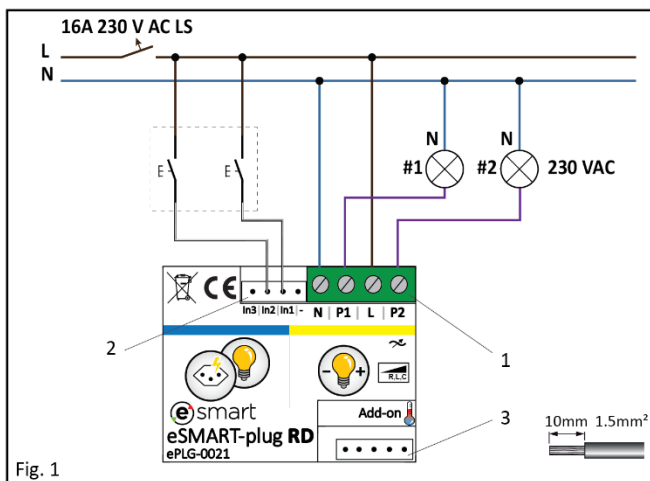

Fig. 1
L'eSMART-plug est composé de 4 bornes à visser (1, Fig.1), 1 connecteur d'entrée (2, Fig.1) et 1 connecteur d'extension (3, Fig.1). L'eSMART-plug se raccorde sur le réseau électrique 230 V AC/50 Hz.
- Raccordez l'alimentation 230 V AC (1, Fig.1) sur les bornes P et N. Respectivement, la Phase sur la borne P et le Neutre sur la borne N, comme indiqué sur le schéma.
- Raccordez les charges #1 et/ou #2 (1, Fig.1) sur les bornes P1 et P2. Respectivement, la charge #1 sur la borne P1 et/ou la charge #2 sur la borne P2, comme indiqué sur le schéma.
- Raccordez chaque entrée du eSMART-plug avec le connecteur à deux fils (2, Fig.1) sur un interrupteur/poussoir [voir "Données Techniques"]. Respectivement, le fil in1 active le canal 1 et le fil in2 active le canal 2 de l'eSMART-plug.
- Le cas échéant, connecter la sonde de température (3, Fig.1) sur le connecteur prévu à cet effet.
Das eSMART-plug hat 4 Schraubklemmen (1, Abb. 1), 1 Eingangsanschluss (2, Abb. 1) und 1 Erweiterungsanschluss (3, Abb. 1). Das eSMART-plug wird an das Stromnetz 230 V AC/50 Hz angeschlossen.
- Schließen Sie die Stromversorgung 230 V AC (1, Abb. 1) an die P- und N-Klemmen an, nämlich Phase an Klemme P und Neutral an Klemme N, wie in der Abbildung dargestellt.
- Schließen Sie die Lasten # 1 und / oder # 2 (1, Abb. 1) an die Klemmen P1 und P2 an. D.h., Last # 1 an Klemme P1 und / oder Last # 2 an Klemme P2, wie in der Abbildung dargestellt.
- Schließen Sie jeden Eingang des eSMART-plug über einen Schalter/Taster an den zweipoligen Anschluss an (2, Abb. 1) [siehe "Technische Daten"]. D.h., die Litze in in1 aktiviert Kanal 1 und die in in2 Kanal 2 des eSMART-plug.
- Schließen Sie gegebenenfalls den Temperatursensor (3, Abb. 1) an den hierfür vorgesehenen Anschluss an.
The eSMART-plug has 4 screw terminals (1, Fig. 1), 1 input connector (2, Fig. 1), and 1 expansion connector (3, Fig. 1). The eSMART-plug is to be connected to the 230 V AC/50 Hz mains.
- Connect the power supply 230 V AC (1, Fig. 1) to the P and N terminals, namely Phase to terminal P and Neutral to terminal N, as shown in the illustration.
- Connect loads # 1 and / or # 2 (1, Fig. 1) to the P1 and P2 terminals. I.e., load # 1 to terminal P1 and / or load # 2 to terminal P2, as shown in the diagram.
- Connect each input port of the eSMART-plug with the two-wire connector (2, Fig. 1) via a switch/push button [see "Technical Data"]. I.e., the wire in 1 activates channel 1, and the wire in2 activates channel 2 of the eSMART-plug.
- If appropriate, connect the temperature sensor (3, Fig. 1) to the connector provided for that purpose.